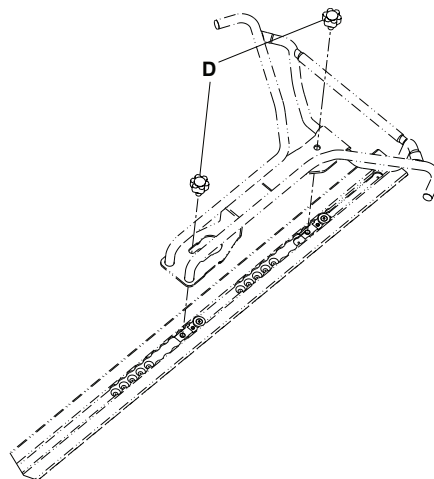

Abbildung 2 – Geweihbaugruppe mit Silberknöpfen (6390-001-033)
3. Die beiden Silberknöpfe (6390-001-033) zur Befestigung der Geweihbaugruppe (Abbildung 2) anbringen. Für die Installation der Universal-Bodenplatte, siehe die Installationsanweisungen für die Bodenplatte (6390-001-020).